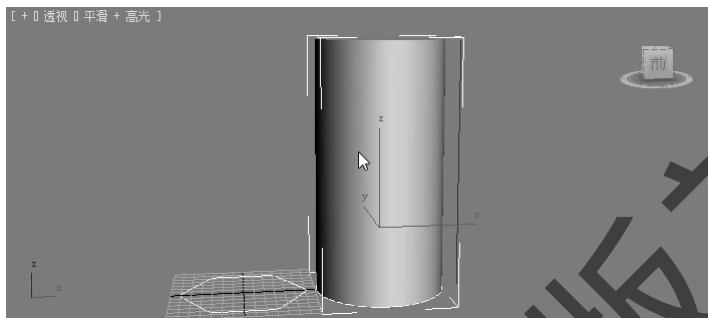

图 4-62 拾取路径
Step4: 点击“圆”，选择“”创建面板→“”（几何体）→复合对象→“对象类型”卷展栏→放样，点击“获取路径”，生成放样物体“Loft001”，如图 4-62 所示。